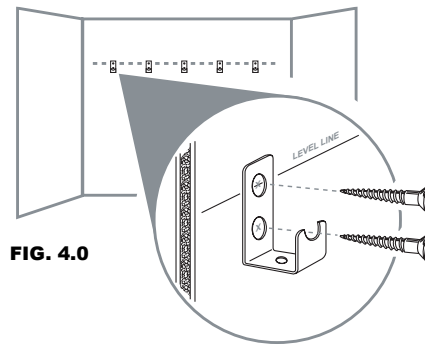

FIG. 4.0
2. Centre el orificio del tornillo superior en el gancho en L con la línea de nivel en la pared y adose los ganchos en L a la pared usando tornillos N° 8 de 1 ó 1/2 pulg. (Fig. 4.0).